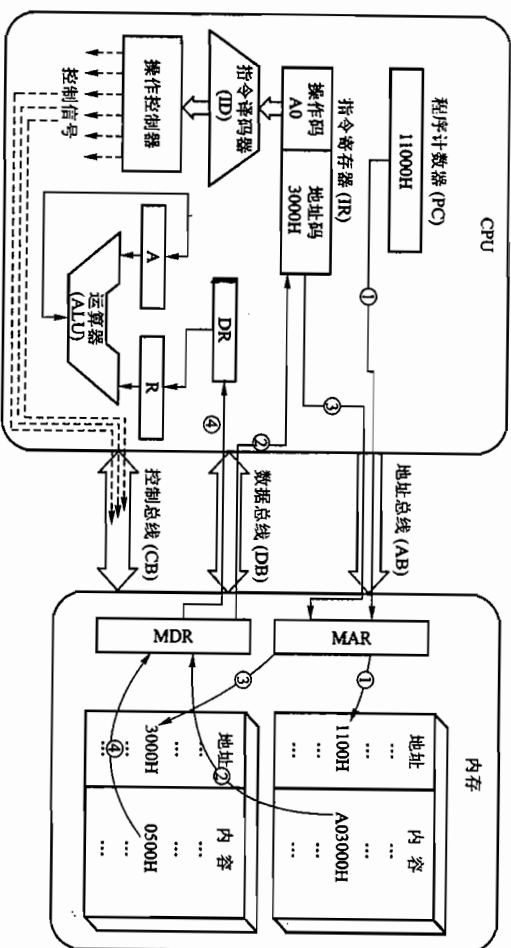

图 2-28 CPU 的工作过程
CPU 的工作过程实际上就是指令的执行过程,图 2-28 是一条加法指令“ADD A, [3000H]”的执行过程。
第一步,取指令。这一步的任务是将指令(包含操作码和地址码)取出来并送到控制器的指令寄存器(IR)。取指令的数据传输路径如图 2-28 中①、②所示。
第二步,取加数。指令中的操作码经指令译码器译码后识别出是加法运算,接着从内存中取出加数。取操作数的数据传输路径如图 2-28 中③、④所示。